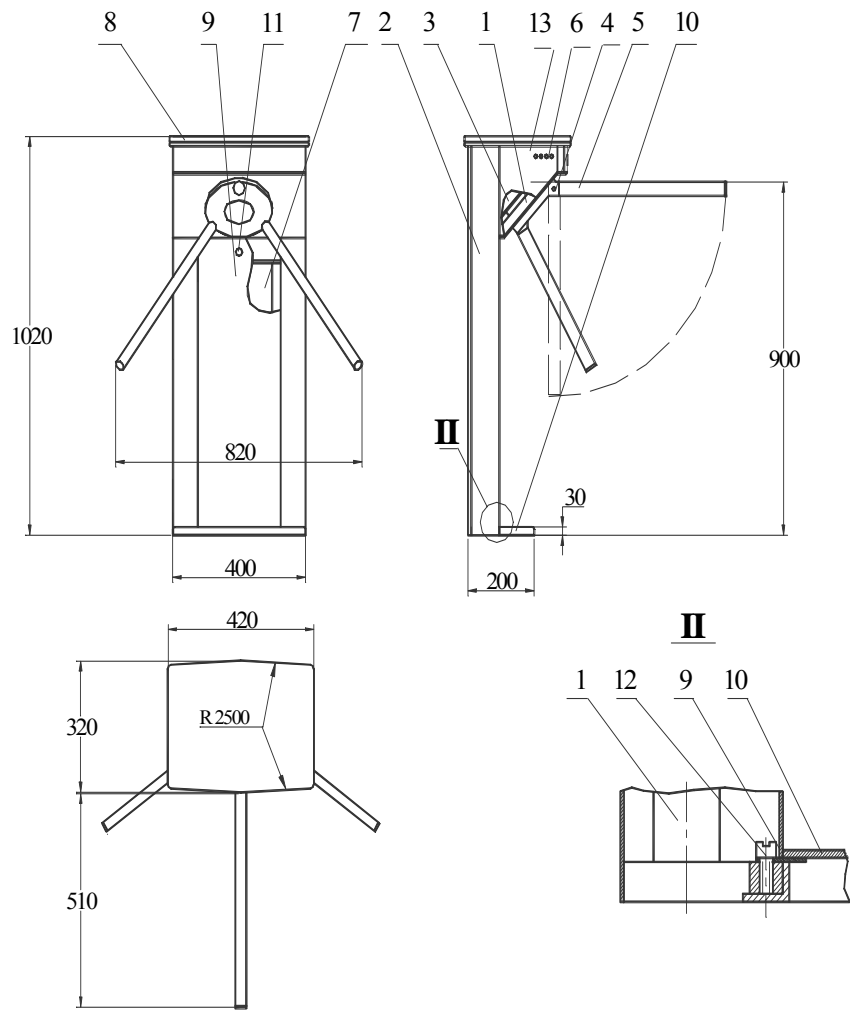

Рис.1
5.1 Турникет (см. рис. 1) представляет собой сборный металлический корпус, состоящий из сварного каркаса 1 и обшивки 2, в котором размещены: агрегат турникета 3, трипод 4 с тремя преграждающими штангами 5, индикаторы 6 и блок управления 7. Сверху турникет закрывается крышкой 8. Для обеспечения доступа к плате управления, а также местам крепления крышки турникета к корпусу и корпуса к полу, передняя панель обшивки 9 и крышка основания 10 выполнены съемными. При установке передняя панель запирается замком 11, а фиксация крышки основания обеспечивается винтом 12.